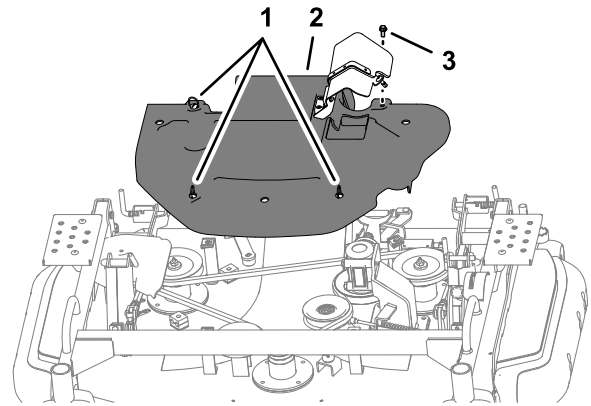

Figura 116
1. Ruotate i 3 fissaggi a un quarto di giro in senso antiorario (Figura 116).
2. Allentate questa vite (Figura 116).
1. Allineate i fissaggi a un quarto di giro del copricinghia con i dadi in gabbia del piatto di taglio; fate riferimento alla Figura 116 in Rimozione del copricinghia \(pagina 78\).
alla Figura 116 in Rimozione del copricinghia (pagina 78).